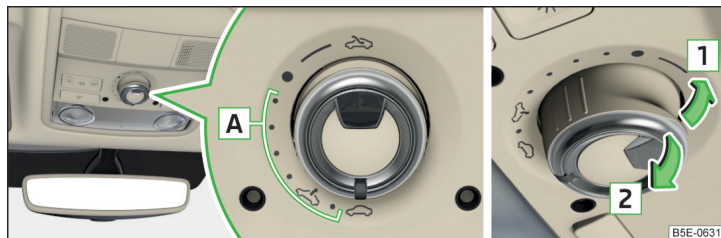

Fig. 43 Manejo del techo corredizo/elevable
Manejo del techo corredizo/elevable » fig. 43
Si se cierra el techo corredizo/elevable tirando el interruptor en el rebaje en el sentido de la flecha 2 » fig. 43 de la pág. 63 y el proceso de cierre es interrumpido por un obstáculo, entonces en el tercer intento de cierre se coloca el límite de fuerza fuera de funcionamiento (cuando se sobrepasa el período de 5 segundos entre cada intento de cierre). El techo corredizo/elevable cierra con toda la fuerza. ¡Existe peligro de lesiones!
- Conectar el encendido y colocar el interruptor en la posición  » fig. 43 de la pág. 63.